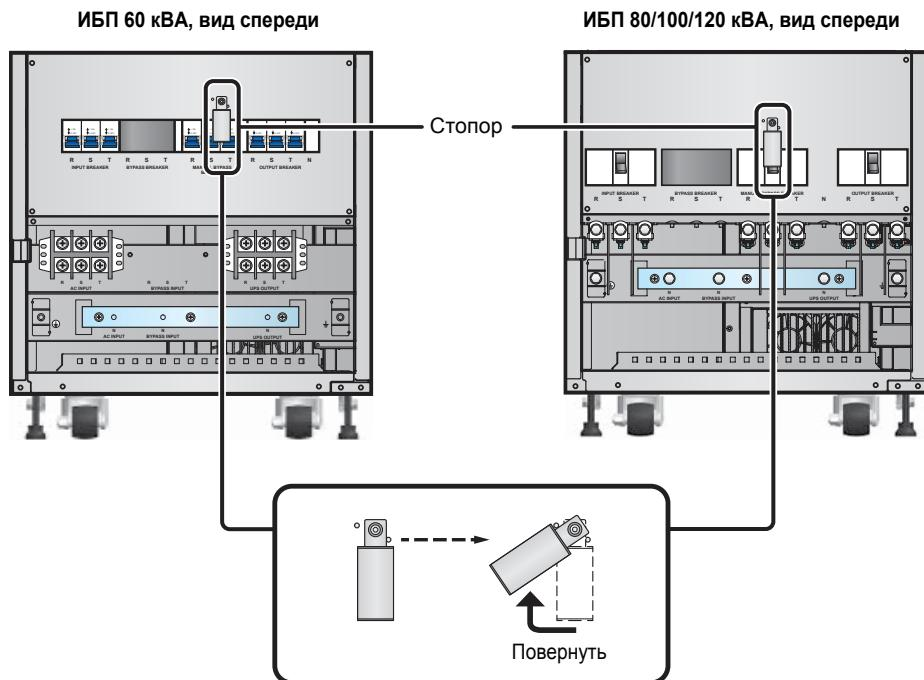

Рис. 7-1. Стопор ручного переключателя байпаса
2. Перед первым пуском ИБП проверьте, что все подключения выполнены правильно и разность напряжений между нулевым рабочим проводником (N) и землей ( $\ominus$ ) меньше 3 В.
7. Перед включением ручного переключателя байпаса разблокируйте его, повернув стопор влево. См. Рис. 7-1.